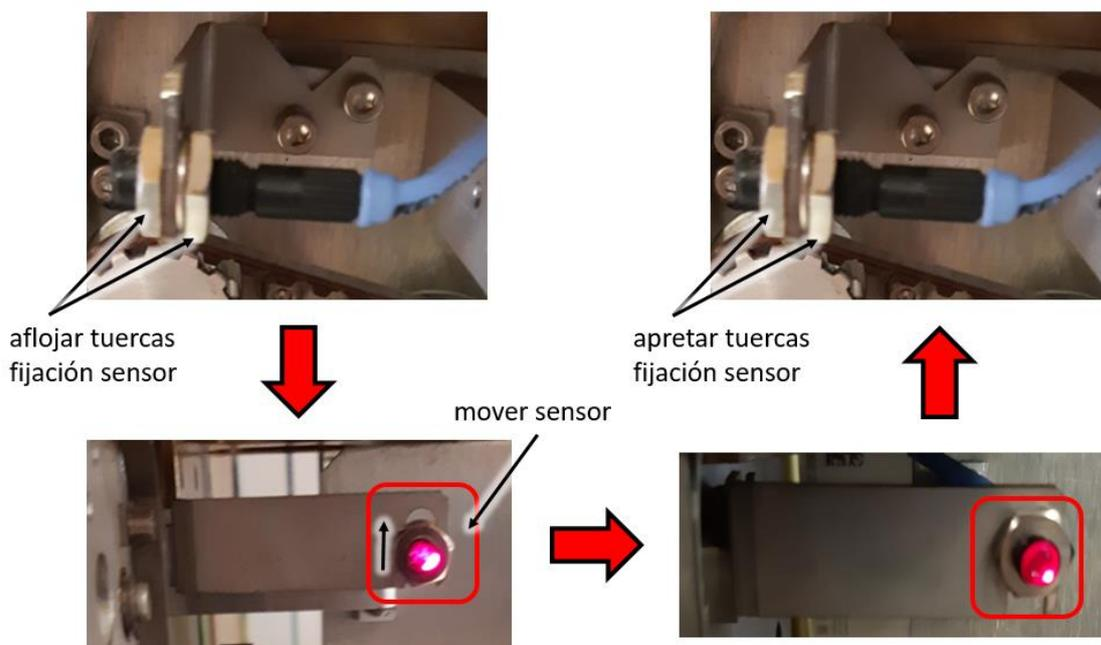

Imagen 6. Ajuste vertical del sensor
2. Verificar que sensor de la taca no se puede subir más verticalmente. Si está algo desplazado hacia abajo podría chocar con alguna fotocélula del procesador cuando intentemos inclinarlo. Para ello seguir estos pasos (ver Imagen 6):